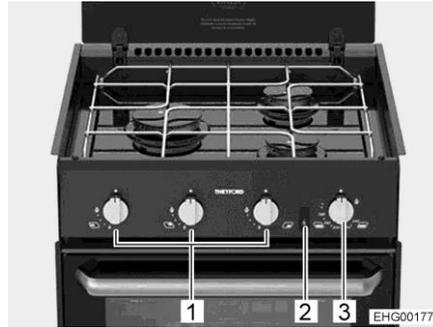
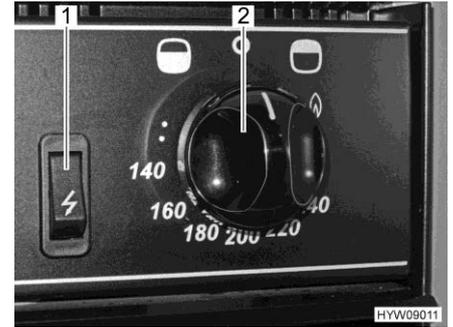

Fig. 129 Cuisinière avec plaque à gaz
Fig. 130 Boutons de commande (four à gaz avec grill)
- Appuyer sur le bouton tournant (Fig. 129,1) du brûleur désiré, le tourner sur la position d'allumage (grande flamme) et le maintenir pressé jusqu'à ce que la flamme brûle (au plus pendant 15 secondes).
- Appuyer sur le bouton tournant (Fig. 129,3 et Fig. 130,2) et le régler à la puissance maximale en le faisant tourner dans le sens inverse des aiguilles d'une montre (en direction du symbole de four "🔥").
- Enfoncer le bouton tournant (Fig. 129,2 et Fig. 130,2) et le maintenir enfoncé pendant 5 à 10 secondes. Le gaz s'écoule vers le brûleur.
- Appuyer sur l'interrupteur d'allumage (Fig. 129,2 et Fig. 130,1) jusqu'à ce que la flamme se consume.
- Appuyer sur le bouton tournant (Fig. 129,3 et Fig. 130,2) et le placer sur le symbole de la flamme e en le faisant tourner dans le sens des aiguilles d'une montre (en direction du symbole de grill "🔥").
- Enfoncer le bouton tournant (Fig. 129,3 et Fig. 130,2) et le maintenir enfoncé pendant 5 à 10 secondes. Le gaz s'écoule vers le brûleur.
- Appuyer sur l'interrupteur d'allumage (Fig. 129,1 et Fig. 130,1) jusqu'à ce que la flamme se consume.
- Placer le bouton tournant (Fig. 130,2) sur "O". La flamme s'éteint.